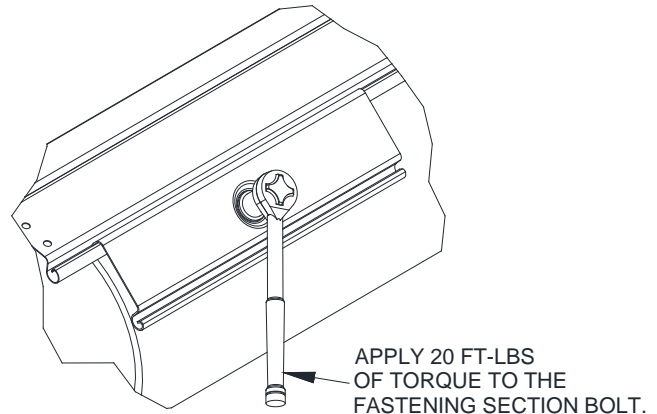

Figura 8.1 –Instalar la Sección de Sujeción
7. Desenrollar la cortina lo suficiente para que la secciones de sujeción lleguen a los puntos de fijación en la flecha. Fíjelos alineando la sección de fijación con el orificio en el anillo o flecha respectivamente, y fije usando los accesorios proporcionados (Ver **Figura 8.1**). Si la cortina es muy pesada para desenrollar a mano, usar el método descrito en el siguiente paso para conseguir que las secciones de sujeción queden en posición.